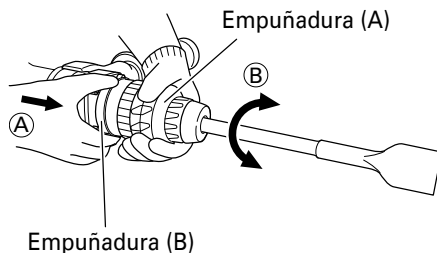

Fig. 4
- (1) Como se muestra en la Fig. 4, si la empuñadura (B) se gira en el sentido de (B) cuando la empuñadura (B) esté girada 60 grados en el sentido de (A), el ángulo de la cuchilla podrá cambiarse libremente hasta la posición deseada.